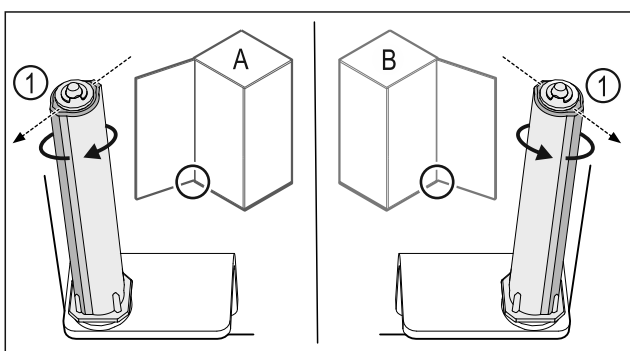

Fig. 34 Feste på venstre side (A) / feste på høyre side (B)
- Dreii lukkesystemet mot motstanden til rillen på lukkesystemet Fig. 34 (1) peker utover.